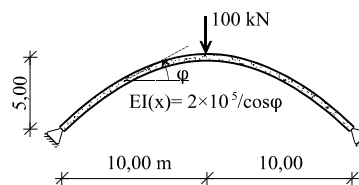

Figura 16
16) El arco de la figura 16 es una parábola de 2º grado de inercia variable, que se da en la figura. Se pide: dibujar la ley de momentos flectores y acotar la posición y magnitud de sus valores extremos (positivo y negativo).